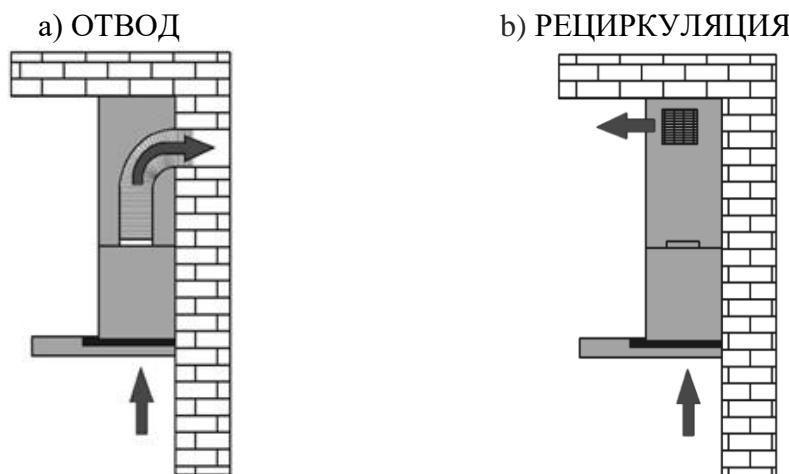

Рис. 6
1)Отвода (рис. 6а) – воздух удаляется из помещения через соединение вытяжки с вентиляционным каналом жестким пластиковым воздуховодом или гофрированным шлангом диаметром 150 мм. И, таким образом, все кухонные испарения, запахи, гарь и копоть, проходя через многоразовые алюминиевые жироулавливающие фильтры, выводятся за пределы помещения. При данном режиме работы нет необходимости устанавливать угольные фильтры. Режим отвода является наиболее эффективным, поскольку вытяжка удаляет все кухонные испарения за пределы кухни в вентиляционную шахту.
2)Рециркуляции (рис. 6б) – внутренняя циркуляция воздуха через угольные фильтры (рис. 5). Вытяжка в данном случае не подключается к вентиляционной шахте и, таким образом, воздух просто прогоняется через вытяжку внутри кухни.